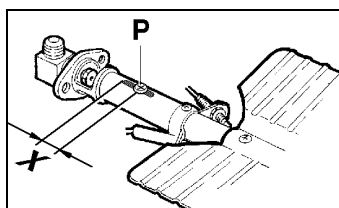

Fig.9
2) Lossa P-skraven och justera Venturiröret så att den positioneras på samma sätt som X i Fig.9.